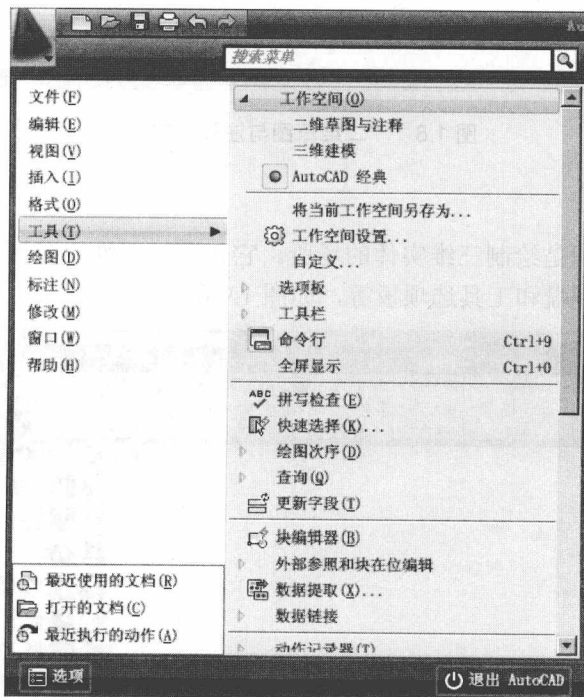

图 1.6 通过“菜单浏览器”的“工具”菜单切换工作空间
(1) 单击操作界面左上角的“菜单浏览器”按钮 , 在弹出的菜单中选择“工具”→“工作空间”菜单中的子命令, 如图 1.6 所示。